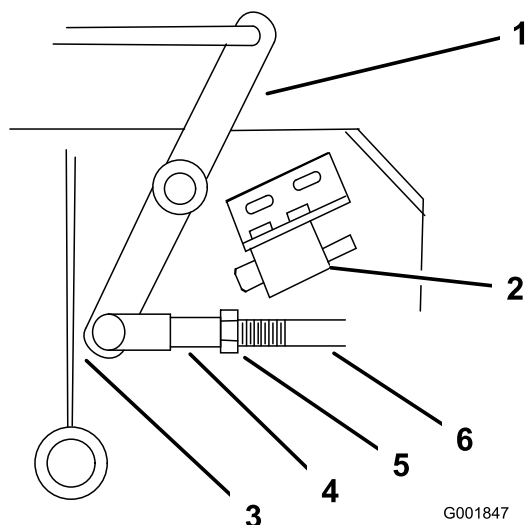

Figure 42
- Ajustez la longueur de la timonerie de sorte que l'extrémité la plus basse du levier coudé passe juste le renfort de support de l'essieu (Figure 42).
9. Desserrez l'écrou contre la chape (Figure 42).